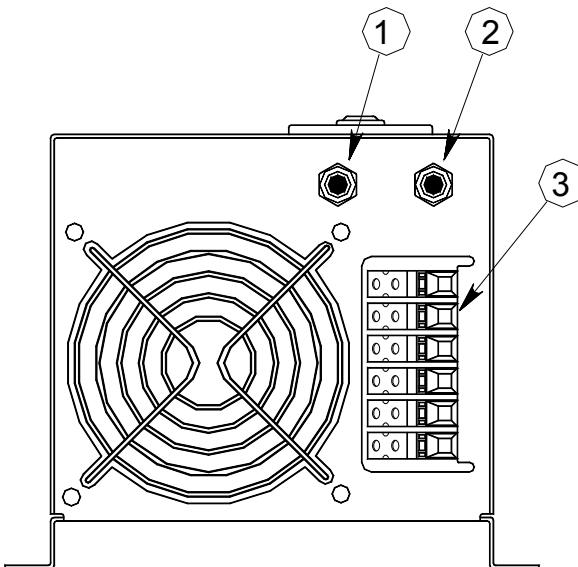

Рисунок 5 – Правая панель ИБП моделей ATS 4000 W, ATS 6000 W
- подключить подводящие сетевые проводники и проводники нагрузки к клеммным колодкам входа и выхода переменного тока ИБП (поз. 3, рисунок 5) в строгом соответствии с маркировкой, нанесенной на корпусе изделия, причем подключение следует производить обязательно по трехпроводной схеме: "фаза" (**L**) – "нейтраль" (**N**) – "защитное заземление" (**⊕**);
- подключить соединительные проводники АБ к плюсовой (поз. 3, рисунок 5) и минусовой (поз. 2, рисунок 5) клеммам на левой панели ИБП;
- установить на клеммы для подключения АБ (поз. 2 и 3, рисунок 5) защитные кожухи из комплекта поставки и закрепить их с помощью самонарезающих винтов M3x8 DIN 7981 С, также входящих в комплект поставки.